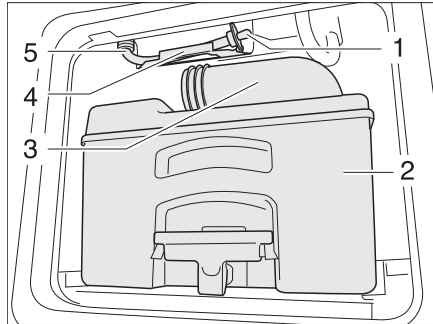

Bild 309 Ablaufschlauch Wassertank Toilette
- Kassette (Bild 309,2) an einer dafür zugelassenen Entsorgungsstelle entleeren und reinigen.
- Den Entleerungsstutzen (Bild 309,3) offen lassen.
- Ablaufschlauch (Bild 309,5) aus der Halterung (Bild 309,4) nehmen.
- Den Ablaufstößel (Bild 309,1) entfernen und Restwasser ausfließen lassen.